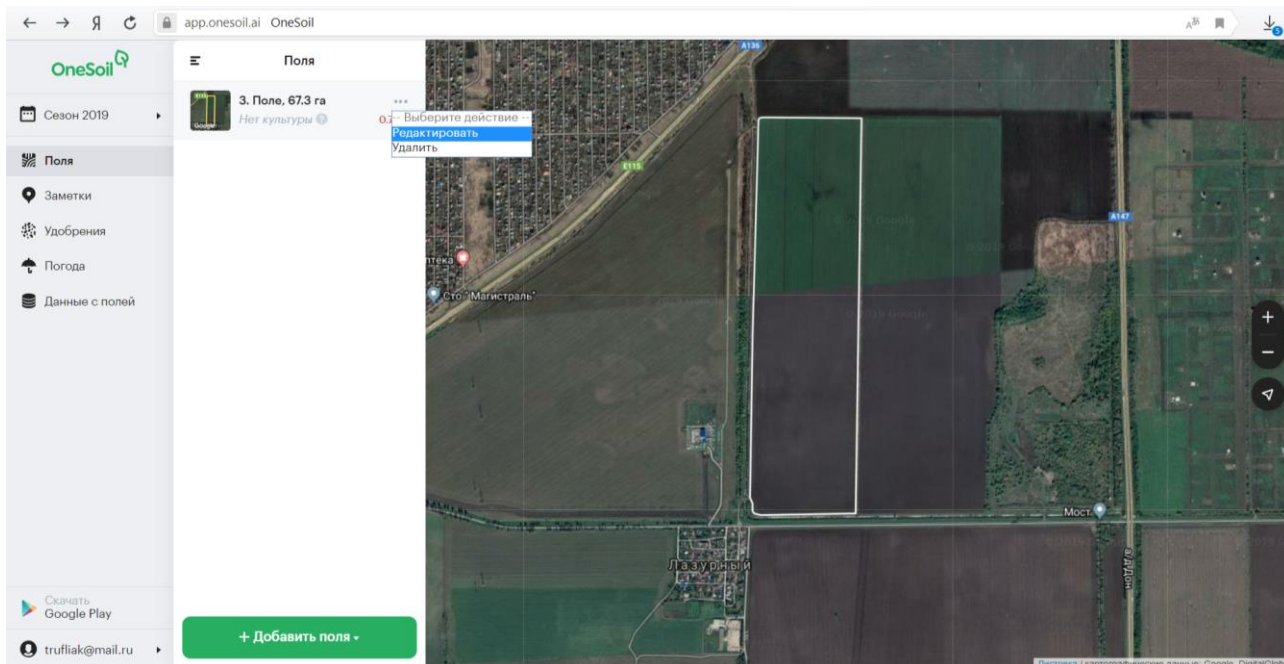

Рисунок 11.5 – Выбор команды **Редактировать**
5. Выберите команду **Редактировать** (рисунок 11.5).